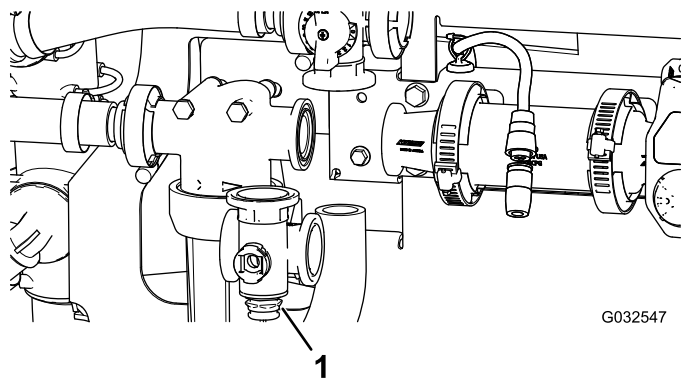

Figure 107
2. Déposez le collecteur de vanne d'agitation de la machine (Figure 107).